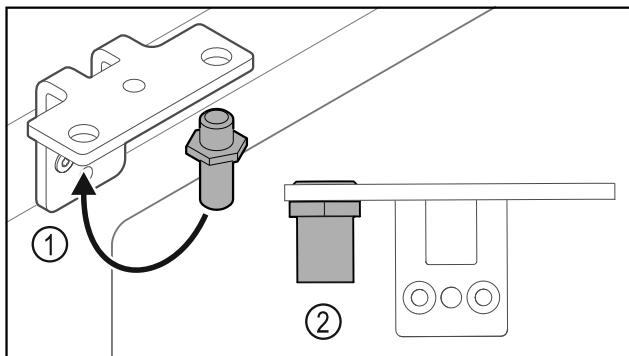

Fig. 37
- ▶ Переставьте палец Fig. 37 (1) в шарнирном уголке.
- ▶ Затяните палец Fig. 37 (2) с **моментом 12 Нм**.